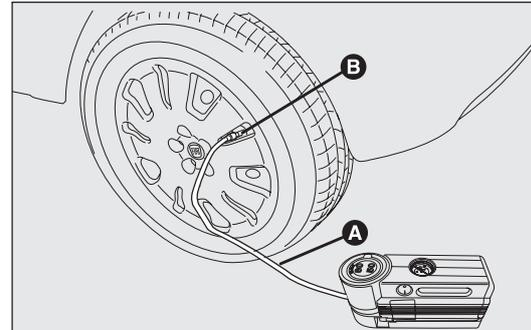

fig. 143
- Accione el freno de mano. Desenrosque el capuchón de la válvula del neumático, saque el tubo transparente de llenado A-fig. 143 y enrosque la corona B en la válvula del neumático;